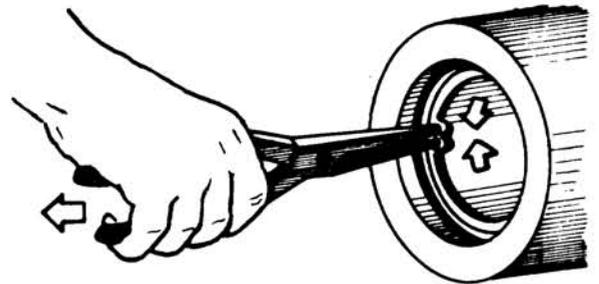

Fig. 1
- b Cierre el seguro y sáque-lo (fig. 1).